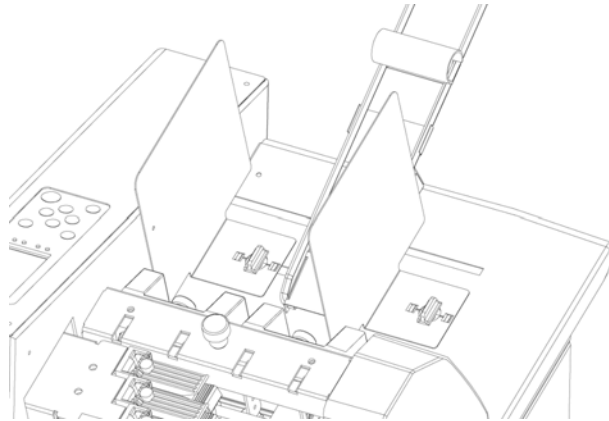

Abbildung 11: Gedrehte Seitenführung für schmales Medium
- Wenn Sie ein sehr schmales Medium verwenden, können Sie eine der schmalen Anlagewinkel drehen (siehe Abbildung 11).